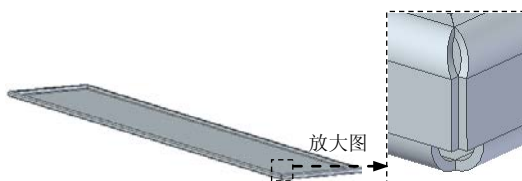
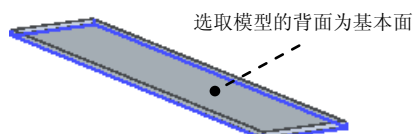

图 8.13.206 转换为钣金
图 8.13.207 定义基本面
Step10. 将实体转换为图 8.13.206 所示的钣金。
(1) 选择命令。选择下拉菜单   命令。
(2) 定义基本面。选取图 8.13.207 所示的模型表面为基本面。